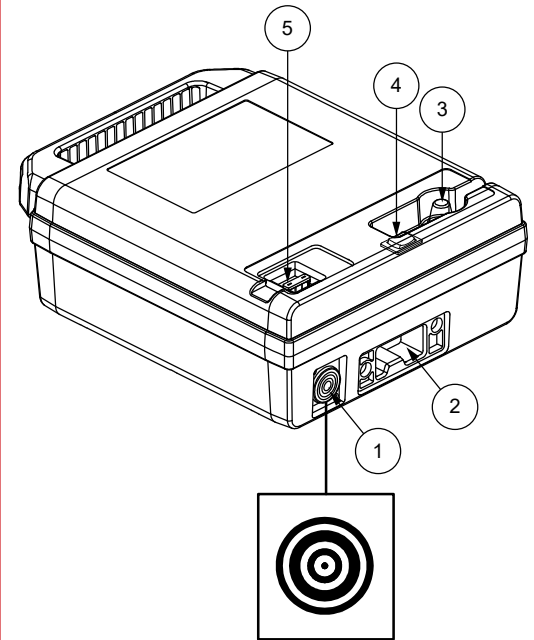

Figure 10. Remplacement de la batterie
2. Installez la batterie si nécessaire. **Voir figure 10.**